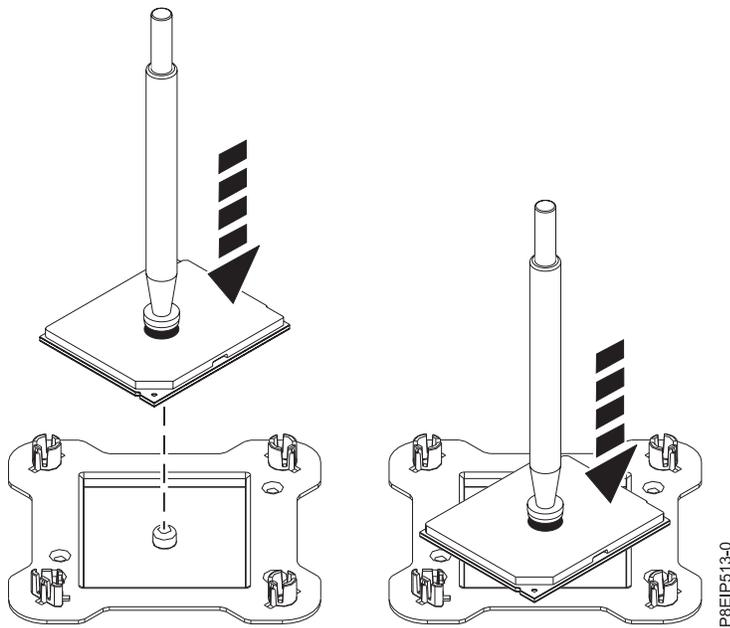

Figura 80. Colocar el procesador formando un ángulo en la cubierta superior del empaquetado
9. Sosteniendo el lápiz de vacío, levante el lápiz y el módulo de procesador del sistema del zócalo. Colóquelos en un ángulo en la cubierta superior del empaquetado del módulo del procesador del sistema, tal como se indica en la Figura 80 en la página 69. Colocar el módulo del procesador del sistema en un ángulo en la cubierta superior del empaquetado del módulo del procesador del sistema hará que sea más fácil coger y colocar en el empaquetado después de sustituir el módulo del procesador del sistema.